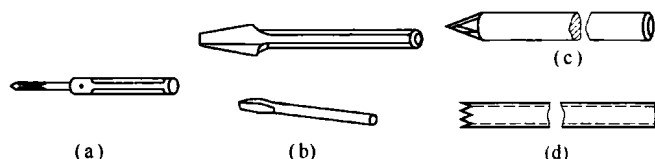

图 1-12 手工凿孔工具
常用的手工凿孔工具如图 1-12 所示。
(1) 壁冲 壁冲是用来凿打混凝土结构建筑物的木榫孔的一种工具。壁冲柄是壁冲中心的附件,壁冲需配上冲柄才能使用。其外形如图 1-12(a)所示。
(2) 平口钢凿 平口钢凿又称阔凿,如图 1-12(b)所示,分长短两种,以凿柄长度大于 300 mm 的为长平口凿,小于 300 mm 的为短平口凿。凿口宽度一般在 16~25 mm 之间,按需选用。
(3) 尖头钢凿 尖头钢凿简称尖头凿,如图 1-12(c)所示。尖头钢凿也分长短两种,规格划分与平口凿相同,通常用来凿打混凝土结构建筑面上的各种安装孔穴。